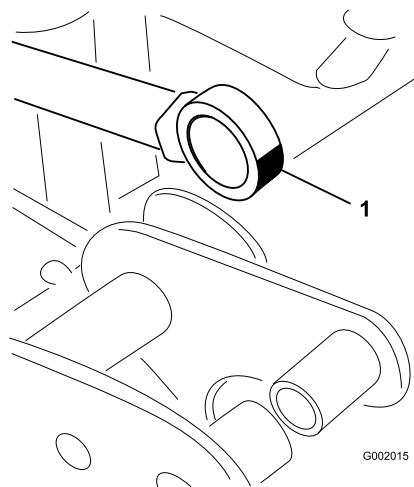

図 75
5. アクチュエータロッドのベアリング端部を動かしながらベアリング内部にグリスを注入する 図 75。